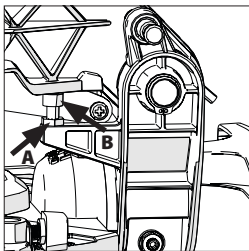

Fig. 11 A + 11 B
- Lossa låsmuttern på nedåtflyttningens spärrskruv med en 10 mm skiftnyckel (ingår inte) (**Fig. 11 A**).